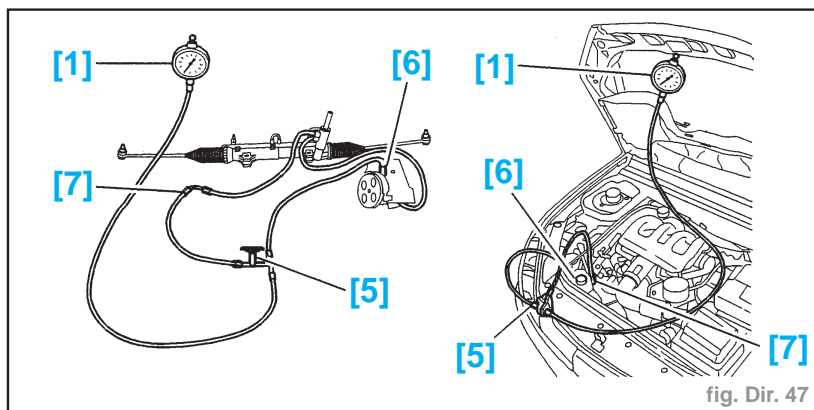

fig. Dir. 47
- Déposer la vis (2).
- Écarter le tuyau (1).
- Monter les raccords [6] et [7] (fig. Dir. 47).